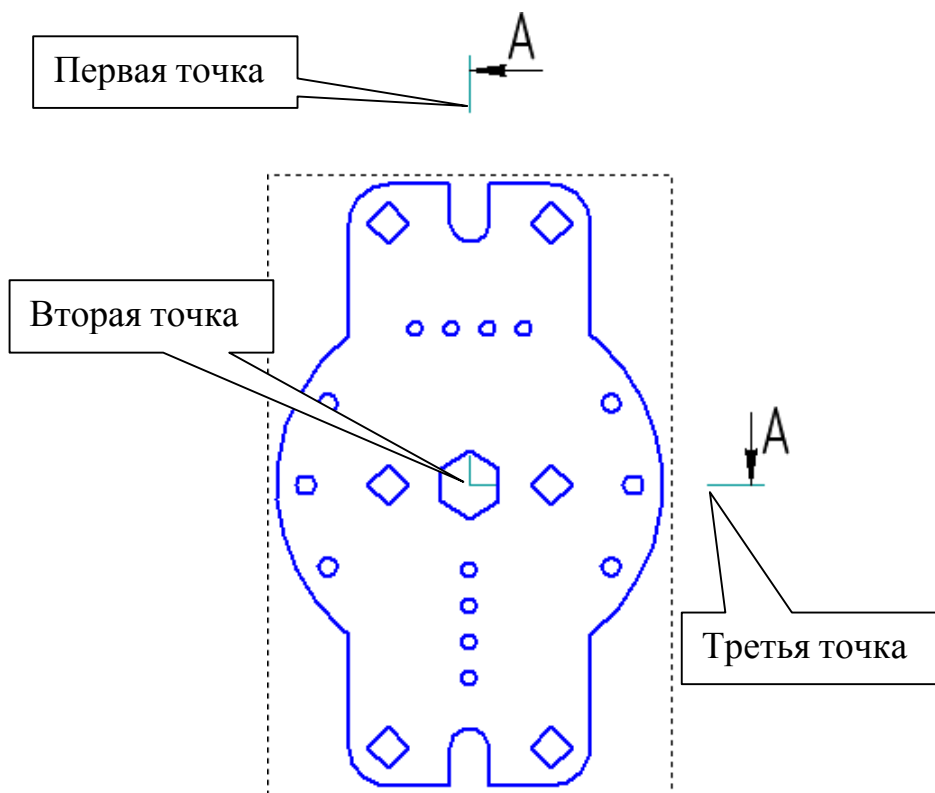

Рис. 14
• Выполните ломаный разрез А-А. Для этого увеличьте масштаб отображения вида с помощью команды **Увеличить масштаб рамкой** , расположенной на панели **Вид**. Затем на панели **Обозначения**  нажмите кнопку **Линия разреза** . Включите глобальную привязку **Выравнивание** и укажите три точки на чертеже, определяющие положение разомкнутой линии, рис. 14.